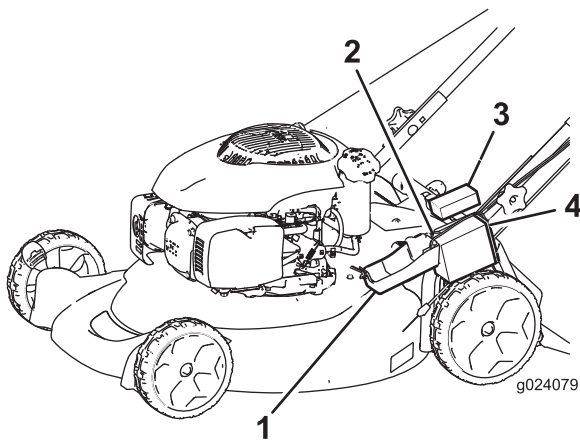

Figure 22
1. Déclipsez le couvercle de la batterie et déposez-le (Figure 22).